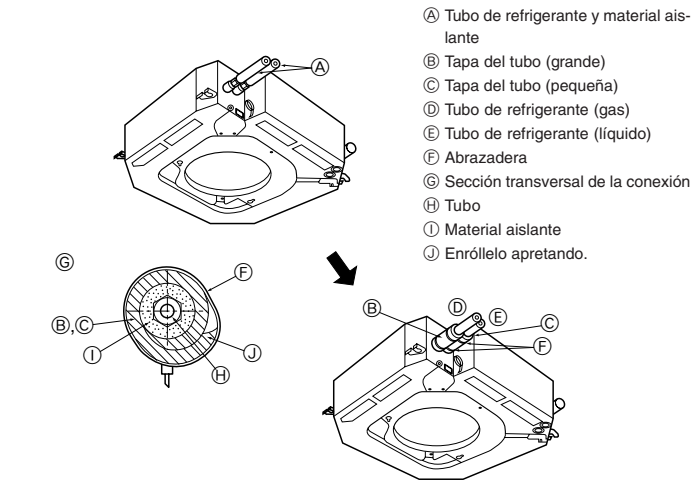

Fig. 3-3
3.3. Unidad interior (Fig. 3-3)